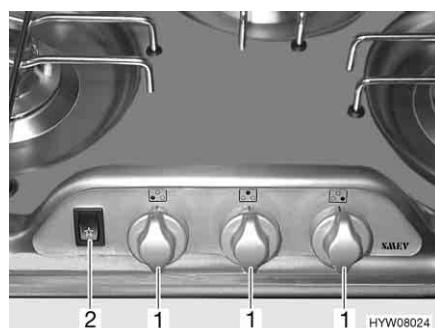

Fig. 93 Elementi di comando del fornelletto a gas
- Ruotare il pomello girevole (Fig. 93,1) dell'impianto a fiamma libera desiderato in posizione accesa (fiamma alta).
- Premere l'interruttore a bilico (Fig. 93,2). Sul bruciatore vengono prodotte scintille.